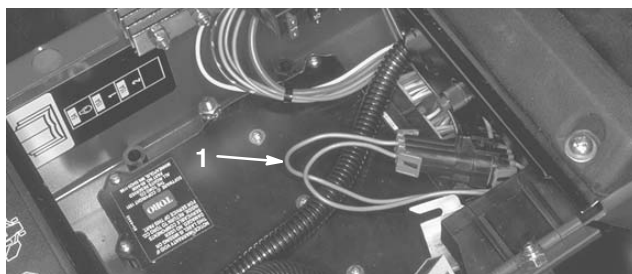

Bild 29
2. Öffnen Sie die Armaturenbrettdeckungsabdeckung. Ermitteln Sie den Kabelbaum und die Stecker in der Nähe des Controller. Ziehen Sie den Rückführungsstecker vorsichtig aus der Kabelbaumbuchse (Bild 29).